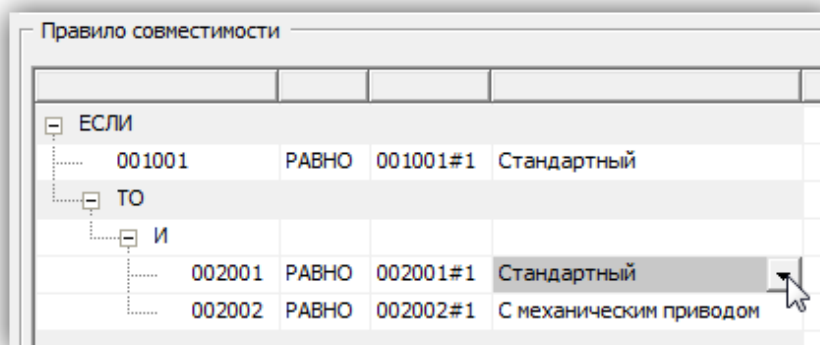

Рис. 10-184 – Созданное правило совместимости опционов
13) Нажать кнопку «Добавить опцион из дерева» на панели инструментов. В таблице «Правило совместимости» появятся введенные данные. Выбрать значение опциона «С механическим приводом» (1 на рис. 10-184).